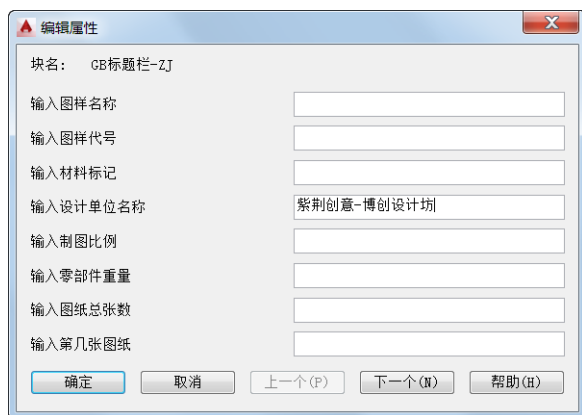

图 9-32 编辑属性
❹ 系统弹出“编辑属性”对话框，在“输入设计单位名称”提示信息对应的文本框中输入“紫荆创意-博创设计坊”，如图 9-32 所示。